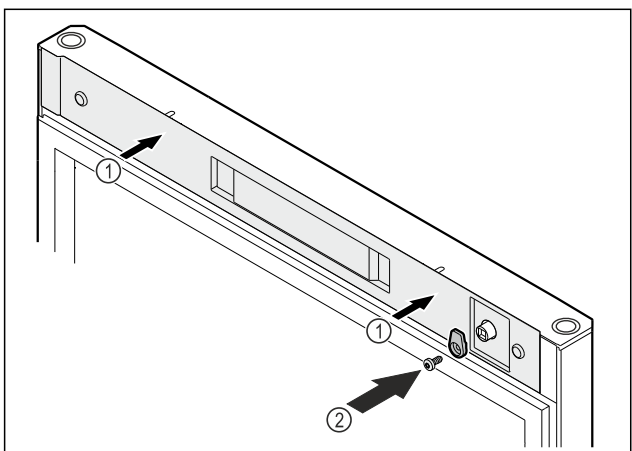

Fig. 54
- ▶ Nasadte kryt Fig. 54 (1).
- ▶ Naskrutkujte zatvárací hák Fig. 54 (2).